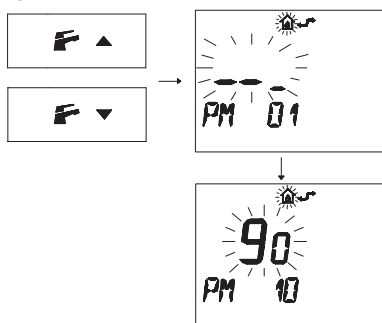

Figura 5.52
- Premere i pulsanti  o  per visualizzare la programmazione "**PM10**" selezione della frequenza di accensione (Figura 5.52).
Nella Figura 5.52 si visualizza un SET programmato di **90** corrispondente ad un tempo di riaccensione di 3 minuti circa.